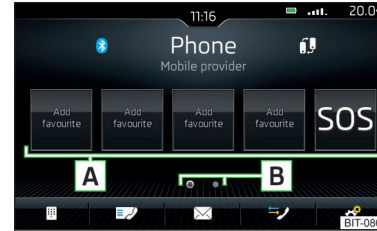

Abb. 143
- » Im Hauptmenü *Telefon* die gewünschte freie Funktionsfläche **A** » Abb. 143 antippen.
- » Zum **Wechsel der Speichergruppe** die Funktionsfläche **B** » Abb. 143 antippen.
- » Zur **Wahl** die belegte Funktionsfläche **A** » Abb. 143 antippen.
- » Im Hauptmenü *Telefon* die gewünschte belegte Funktionsfläche **A** » Abb. 143 halten.